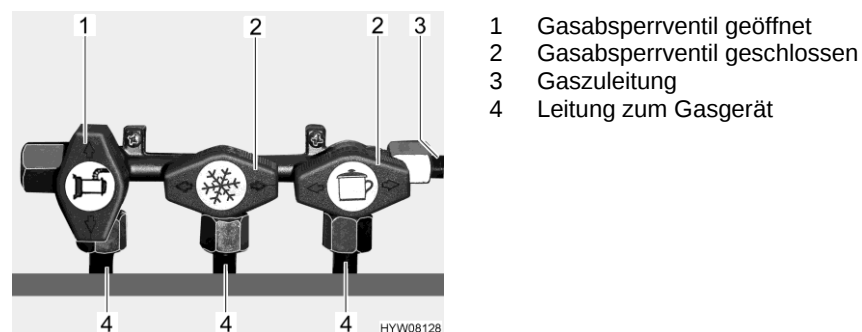

Bild 68 Stellung Gasabsperrventile (Beispiel)
- Gasabsperrventil des entsprechenden Gasgerätes parallel (Bild 68,1) zur Leitung (Bild 68,4) stellen, die zum Gasgerät führt.
- Gasabsperrventil des entsprechenden Gasgerätes quer (Bild 68,2) zur Leitung (Bild 68,4) stellen, die zum Gasgerät führt.